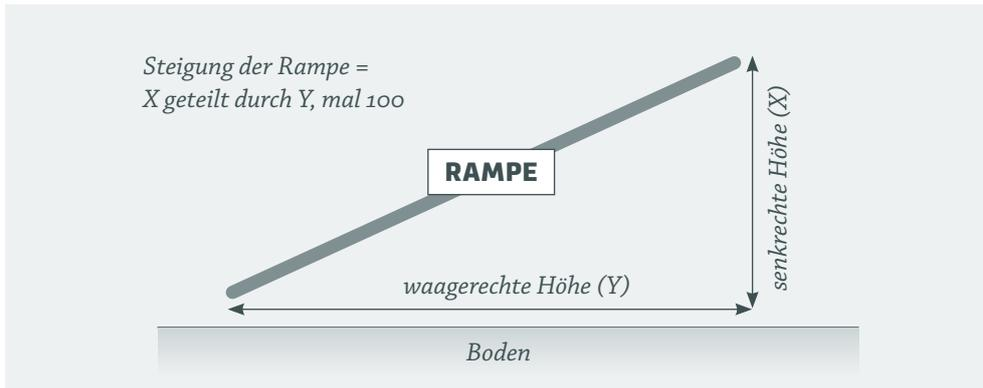

Abbildung 6A
2. Die Steigung, die das Fahrzeug bei der Beförderung überwinden muss, kann anhand der Abbildung 6A kalkuliert werden. Dafür muss die senkrechte Höhe der Rampe durch die waagerechte Länge der Rampe geteilt werden. Das Ergebnis wird mit 100 multipliziert.